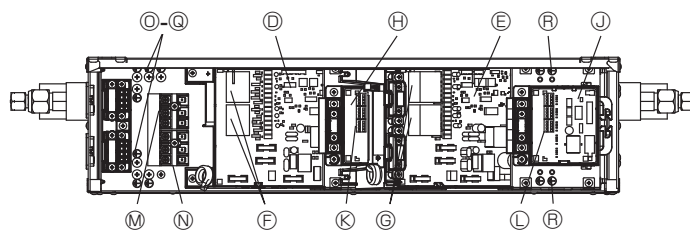
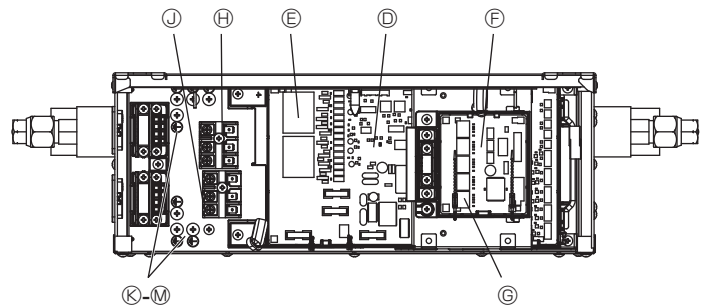

Fig. 7-4
Fig. 7-9
- (4) Raccordez solidement chaque câble au bornier approprié, et faites passer chaque câble à travers chacun des serre-câbles. (type à 6 dérivations : Fig. 7-4 et 7-5, type à 4 dérivations : Fig. 7-9 et 7-10)